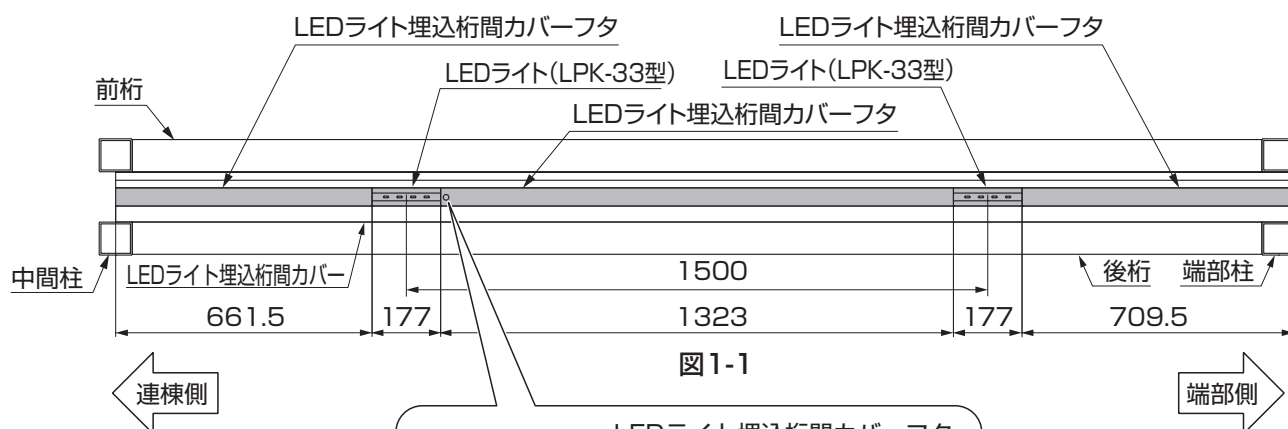

図1-1
- ①LEDライト取付け位置を決め、LEDライト埋込桁間カバーフタを図の長さに切断してください。(図1-1参照)
- (図1-1)は、弊社推奨のLEDライト取付け位置です。